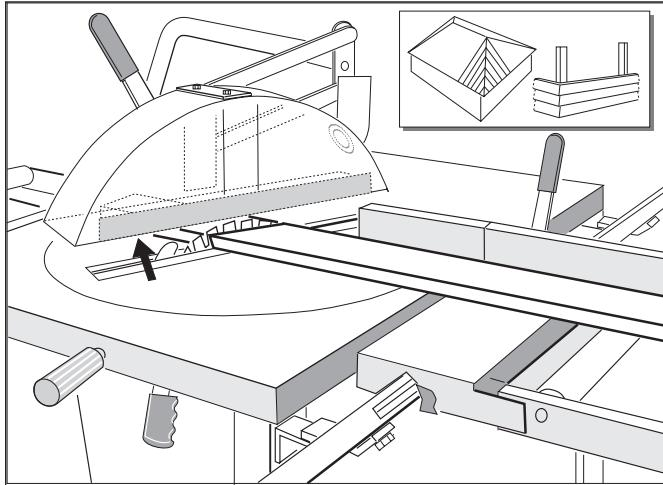

Fig. 8
- Legg arbeidsstykket mot anholdet og kapp ved å heve sagbladet. Se fig. 8 .